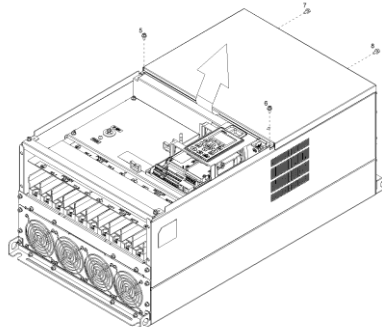

Рис. 2
2. Выкрутите винты (Рис. 2) и снимите крышку.